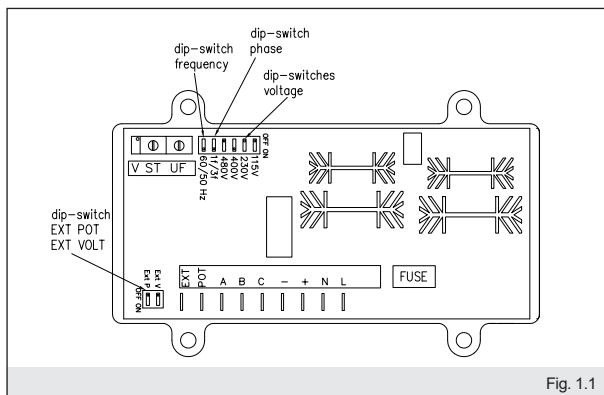
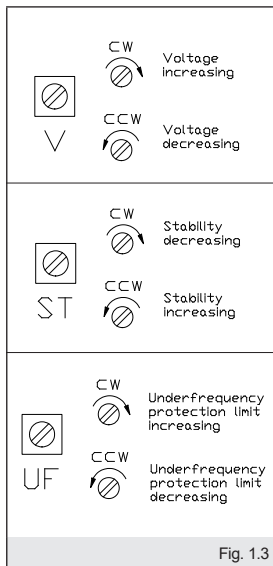

Fig. 1.1
Fig. 1.3
Impostare il DIP switch della scheda AVR in funzione della frequenza di esercizio (come indicato in fig.1.2). È possibile modificare la tensione di uscita agendo sul potenziometro "V" (vedi fig.1.3). Con il gruppo in moto alla velocità nominale, regolare fino ad ottenere il valore cercato. Se ad una piccola variazione di velocità la tensione varia, allora è necessario regolare prima la protezione di sotto-velocità.
The output voltage can be changed by adjusting potentiometer "V" (see fig.1.3). Run the generating set to its nominal speed and turn until the required voltage is obtained. If a small variation in speed causes a change in voltage, then the under speed protection should first be calibrated.
Selon la fréquence de travail (50Hz ou 60Hz), sélectionnez le dip-switch comme dans la figure 1.2. Il est possible de modifier la tension de sortie en agissant sur le potentiomètre « V » (voir fig.1.3). Avec le groupe en marche à la vitesse nominale, régler jusqu'à l'obtention de la valeur désirée. Si à une petite variation de vitesse la tension varie, il faut régler d'abord la protection de sous-vitesse. Les interrupteurs de tension de détection (« dip-switches voltage » sur la fig.1.1) doivent être réglés comme suit:
Regolazione della stabilità (vedi fig.1.3): qualora si dovessero verificare delle fluttuazioni di tensione a carico, è possibile agire sul potenziometro «ST» che modula la prontezza di risposta del regolatore agli stimoli esterni, permettendo di eliminare eventuali instabilità del sistema alternatore - carico.
Regolazione della protezione della sottovelocità a 50 (60)Hz (vedi fig.1.3): portare il gruppo in rotazione regolandolo in modo da ottenere una frequenza di 46 (56)Hz. Ruotare il trimmer «UF» fino al punto in cui la tensione inizia a calare. Riportare il gruppo alla velocità nominale.
Stability adjustment (see fig. 1.3): if on load voltage fluctuations are experienced adjust potentiometer «ST», which modulates the reaction time of the regulator to external inputs, thereby eliminating any instability in the alternator-load system.
Setting of the under speed protection at 50 (60)Hz (see fig.1.3): start up rotation of the generating set adjusting it to obtain a frequency of 46 (56)Hz. Turn trimmer «UF» until the voltage begins to drop. Restore nominal speed.
Remote voltages adjustment: wire the potentiometer (5 k Ω , 1/2 W) to the free terminals «EXT POT». Set the «DIP switch Ext P» to the «ON» position and «Ext V» to the «OFF» position (see fig. 1.1). Run the generating set to its nominal speed and adjust the external potentiometer and eventually also the trimmer «V» to obtain the required voltage.
Contrôle de la stabilité (voir fig. 1.3): si des fluctuations de tension sous charge devaient se vérifier, il est possible d'agir sur le potentiomètre «ST» qui module la rapidité de réponse du régulateur aux stimulations extérieures, en permettant d'éliminer les éventuelles instabilités du système alternateur - charge.
Réglage de la protection de la sous-vitesse à 50 (60) Hz (voir fig. 1.3): porter le groupe en rotation en le réglant de manière à obtenir une fréquence de 46 (56) Hz. Tourner le trimmer « UF » jusqu'au point où la tension commence à baisser. Reporter le groupe à la vitesse nominale.
Raccordement d'un potentiomètre extérieur: enlever le cavalier des bornes et connecter le potentiomètre (5 k Ω , 0,5 W) aux extrémités libres «EXT POT». Placez le commutateur «DIP switch Ext P» sur la position «ON» et «Ext V» sur «OFF» (voir fig. 1.1). Porter le groupe à la vitesse nominale et agir sur le potentiomètre externe et éventuellement sur le trimmer «V» afin d'obtenir la tension désirée (voir fig. 1.3).
Die Ausgangsspannung kann am Potentiometer "V" verändert werden (Siehe Abb. 1.3). Bei mit Nenndrehzahl laufendem Aggregat auf den gewünschten Wert regulieren. Wenn bei geringfügiger Veränderung der Drehzahl auch die Spannung variiert, muss zunächst der Unterdrehzahlenschutz reguliert werden. Die Schaltspannungsschalter („dip-switches voltage“ in Abb.1.1) müssen wie folgt eingestellt werden:
Es posible modificar la tensión de salida actuando en el potenciómetro "V" (fig. 1.3). Con el grupo en movimiento a velocidad nominal, regular hasta obtener el valor deseado. Si con una pequeña variación de velocidad la tensión cambia, es necesario en este caso regular en primer lugar la protección de subvelocidad. Los dip-switches de la tensión de detección ("dip-switches voltage" en la figura 1.1) se deben configurar de la siguiente manera.
Stabilitäts Control (Siehe Abb. 1.3): sollten Spannungsschwankungen unter Last auftreten, kann auf den Potentiometer "ST" eingewirkt werden, welcher die Reaktion des Reglers auf externe Reize moduliert, so dass eventuelle Instabilitäten des Systems Drehstromgenerator – Last beseitigt werden.
Regelung der Unterdrehzahl auf 50 (60) Hz (Siehe Abb. 1.3): das Aggregat drehen lassen und so einstellen, dass eine Frequenz von 46 (56) Hz erreicht wird. Den Trimmer "UF" auf den Punkt verstellen, an dem die Spannung beginnt abzufallen. Das Aggregat auf Nenndrehzahl bringen.
Control de Estabilidad (fig. 1.3): si se produjeran fluctuaciones de tensión bajo carga, se puede actuar en el potenciómetro "ST" que modula la inmediatez de respuesta del regulador a los estímulos externos, eliminando eventuales inestabilidades del sistema alternador – carga.
Regulación de la subvelocidad a 50 (60) Hz (fig. 1.3): hacer girar el grupo regulándolo de manera que la frecuencia obtenida sea de 46 (56) Hz. Girar el trimmer "UF" hasta el punto en que la tensión empiece a disminuir. Poner de nuevo el grupo a la velocidad nominal.